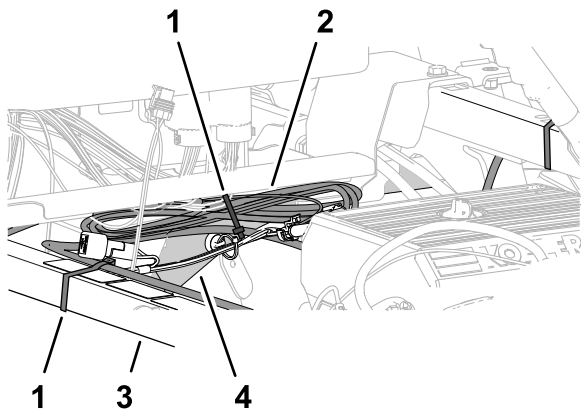

図 215
レームチューブの上に集める 図 215。
2. データハーネスとショックサポートチューブをそろえて、ケーブルタイでチューブに固定する 図 215。
する 図 215。